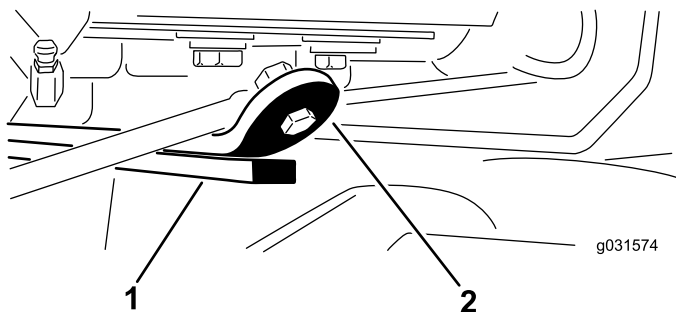

图 15
3. 启动发动机升起滚刀组确保后刀组耐磨棒顶部的耐磨带与缓冲带之间的间隙介于 0.512.54mm 之间如图 15 所示。